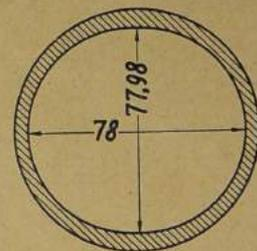

Bild 40: Ovalität der Zylinderbohrung
4. Die Konizität (Bild 39) und Ovalität (Bild 40) dürfen 0,01 bis 0,015 mm nicht übersteigen. Kontrollmessungen an den Bohrungen durchführen wie unter 2. geschildert.